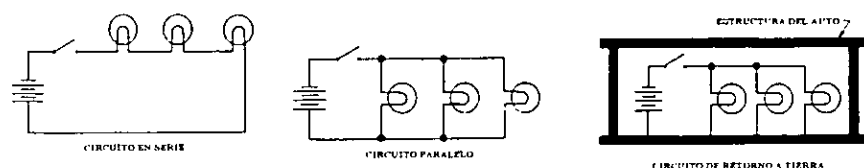

Fig. 124 Circuitos eléctricos.
Un circuito es una trayectoria sin fin formada por un conductor, desde una fuente eléctrica hasta el control, a través de la carga y de vuelta a la fuente de origen. En el automóvil moderno se usan varios tipos de circuitos eléctricos tales como en paralelo, en serie y el de retorno a tierra (fig. 124).
**CIRCUITO EN SERIE** (fig. 124). En este circuito hay una sola línea a través de la cual fluye la corriente. Si se llega a romper la línea todo el equipo dejará de funcionar.
**CIRCUITO EN PARALELO** (fig. 124). Este circuito consiste en dos o más líneas a través de las cuales la corriente puede fluir. Una rotura en una línea no interfiere el funcionamiento de las restantes unidades del circuito.
**CIRCUITO DE RETORNO A TIERRA** (fig. 124). Este circuito utiliza las partes metálicas del automóvil, como conductor común para el regreso de la corriente hasta la fuente de origen. Como resultado, se necesita la mitad de cable aislado que en otros circuitos.